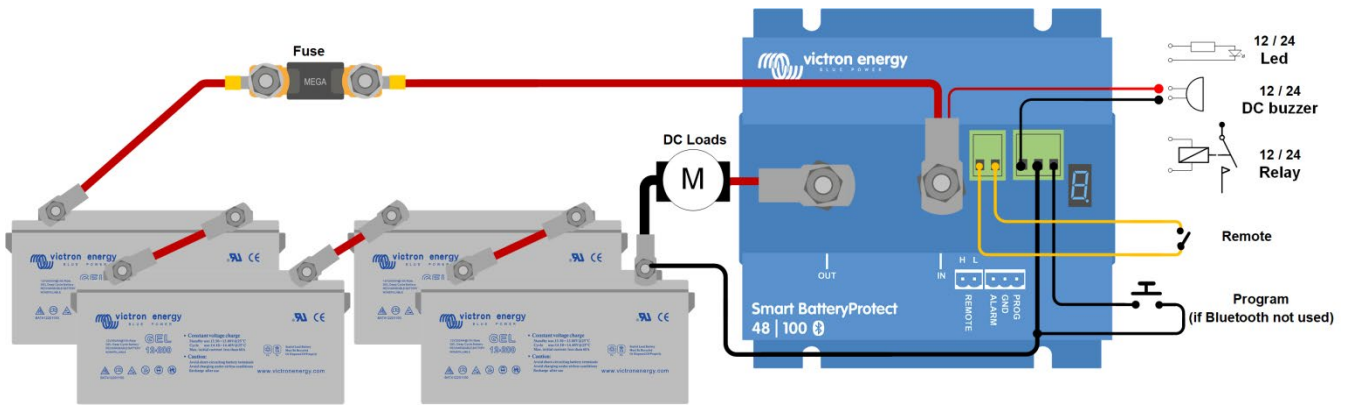

Figura 1 Diagrama de conexión del SBP 48|100 (use la entrada remota para la función on/off del sistema)
- Si può collegare un interruttore on/ off remoto fra H remoto e L remoto (vedere figura 1). In alternativa, si può girare il morsetto H sul più della batteria o girare il morsetto L sul meno della batteria.
- Un cicalino, LED o relè possono essere collegati fra l'emissione dell'allarme e il più della batteria (vedere figura 1). Carico max sull'emissione dell'allarme: 50 mA (resistente a corto circuito).